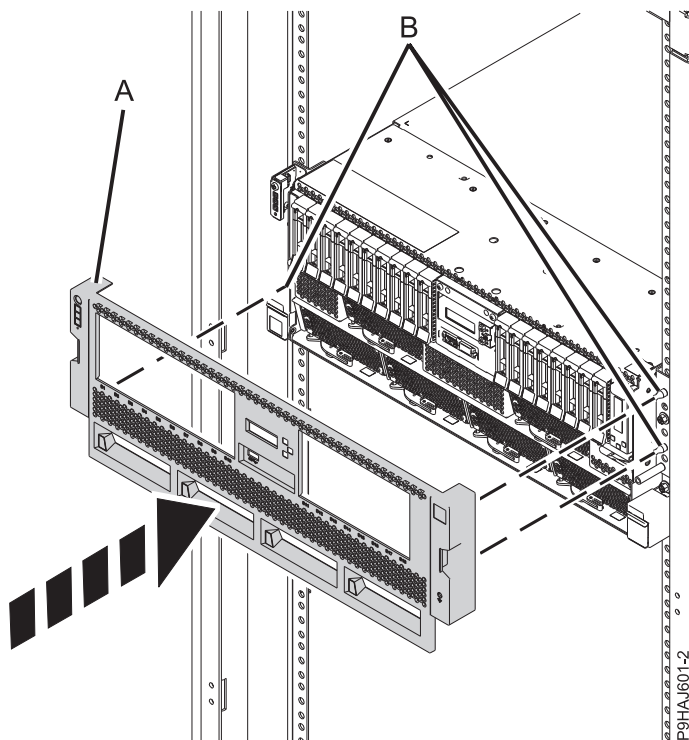

Figura 22. Instalación de la cubierta frontal
2. Para un sistema montado en bastidor, empuje suavemente la cubierta frontal (A) hacia dentro hasta que quede encajada en su lugar. La cubierta tiene hendiduras para poder sujetarla más fácilmente. Utilice las patillas de alineación (B) para fijar la cubierta al sistema tal como se muestra en la Figura 22 en la página 40.